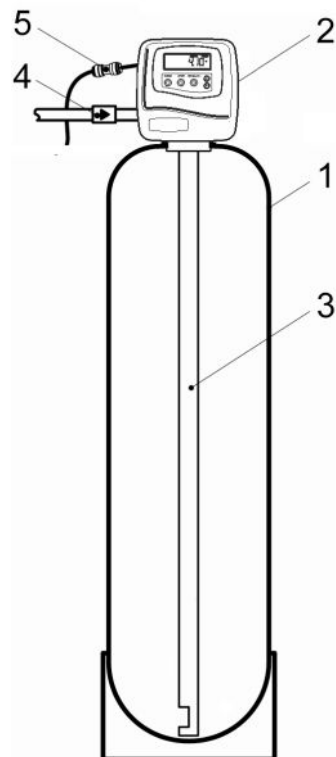

Рис. 1
6.1 Системы серии WWAX (Рисунок 1) состоят из: